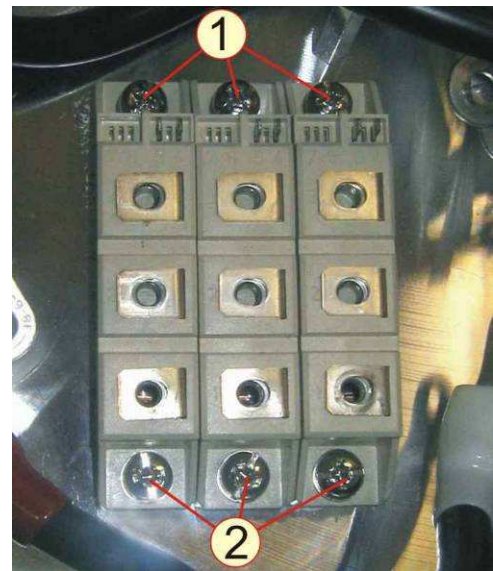

Рисунок 6.34
6.11.8 Выкрутить шесть винтов 1 и 2 на модулях MD1, MD2 и MD3 (рисунок 6.34). Положить винты в тару.